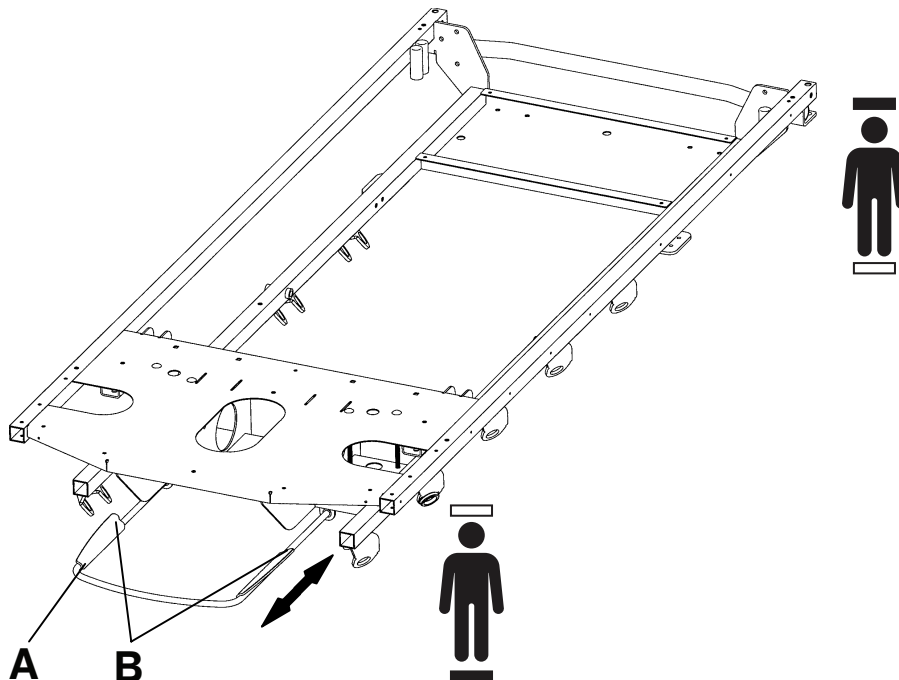

Figura 7 – Posicionar o suporte do caixote de lixo
2. Faça deslizar o suporte do caixote de lixo (A) para fora da estrutura da cama (Figura 7).
4. Fixe o topo do recipiente sobre as “abas” (B) do suporte do caixote de lixo.